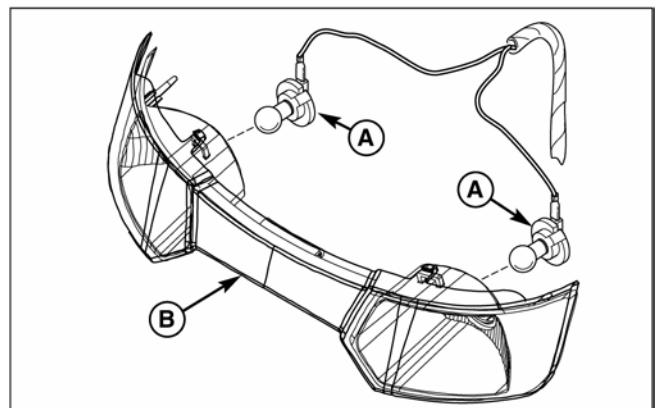

Рис. 12. Передние фары
2. Извлеките лампы с разъемами (А, рис. 12), поворачивая цоколь против часовой стрелки и вытягивая его из панели фар (В). Повторите с другой стороны.